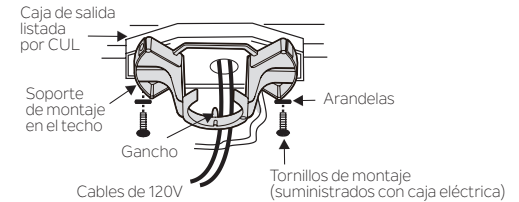

Fig. 6
Paso 3. Pase los cables de suministro de 120 voltios desde la caja de salida del techo a través del centro del soporte de montaje en el techo. (Fig.6)
Paso 4. Fije el soporte de montaje en el techo a la caja de salida con los tornillos y arandelas incluidos con la caja de salida. (Fig. 6)